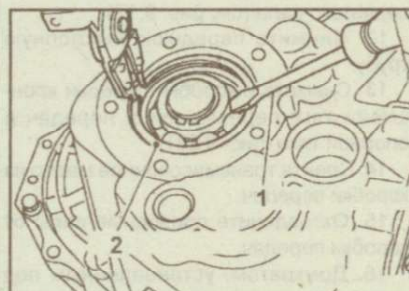

Рис. 9.36. Использование пассатижей и отвертки (1) для снятия стопорного кольца (2) крепления подшипника вторичного вала
7. Снимите стопорное кольцо крепления подшипника вторичного вала (рис. 9.36).